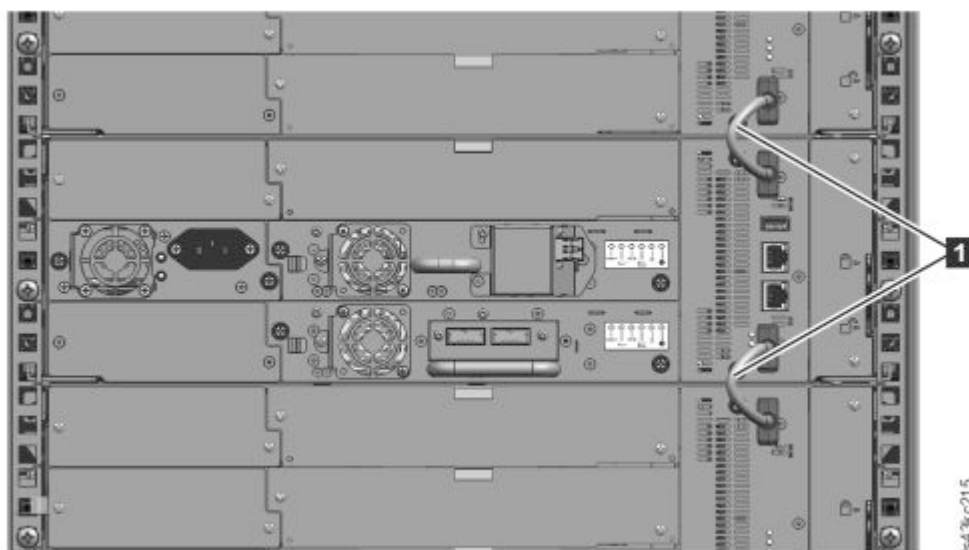

図 47. 接続されたモジュール
- ライブラリーの背面から、各ペアのモジュールを、57 ページの図 47 に示されているように、拡張相互接続ケーブル (**1**) を使用して隣接モジュールに接続します。